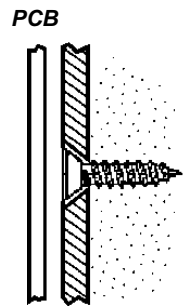

Abbildung B.4:
9. Montieren Sie die hintere Abdeckung mit zwei Schrauben und setzen Sie die Leiterplatte zurück. Benutzen Sie ISO 7050 (ST3.5 x 22) oder ähnliche angesenkte Schrauben, sodaß der Schraubenkopf die Leiterplatte nicht berührt – siehe Abbildung B.4.